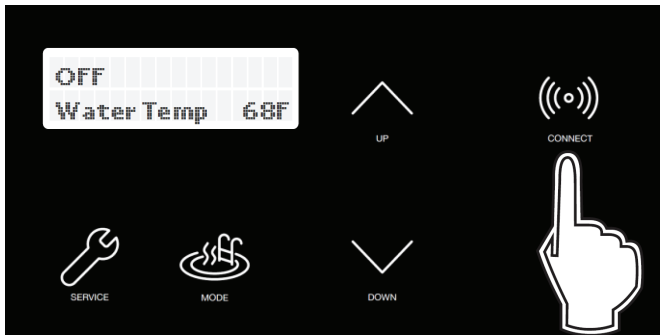

Figure 79. Touche CONNECT
- Tenez-vous près de l'affichage de l'appareil AVIA. Appuyez sur la touche CONNECT, voir **Figure 79**.